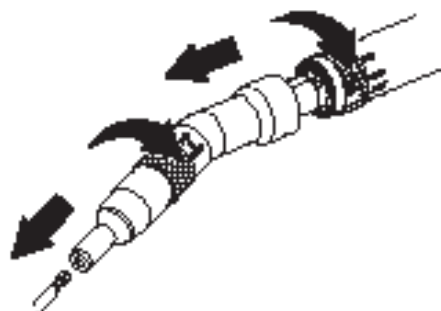

Figura 7 - Retirando a broca e o mandril
4. Retirar o mandril da peça de mão (figura 7).